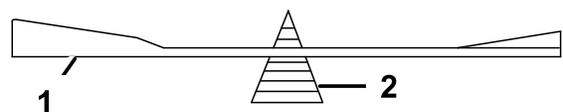

Рисунок 66
2. Проверьте балансировку ножа с помощью балансирующего устройства для ножей (Рисунок 66).